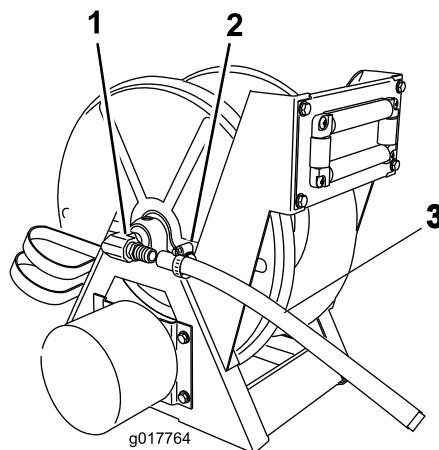

Bild 16
17. Schieben Sie eine Schlauchklemme über das Ende des Schlauchs und befestigen Sie das Schlauchende an der rechtwinkligen Schlauchzahnung an der Schlauchtrommel (Bild 16).